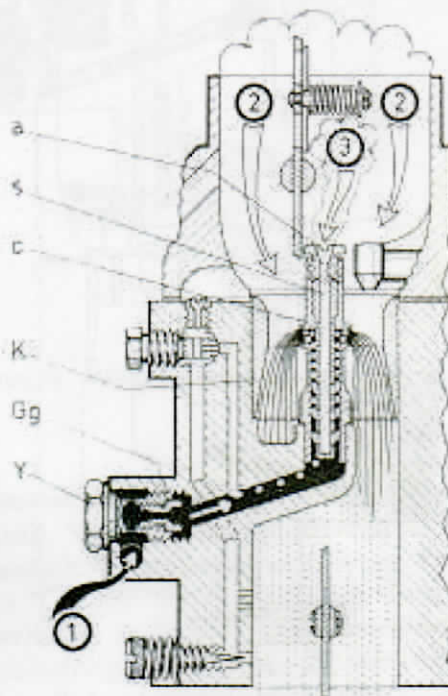

Abb. 11 Wirkungsweise bei Vollast (1—3)
3. Normalbetrieb (Abb. 11 und 12)